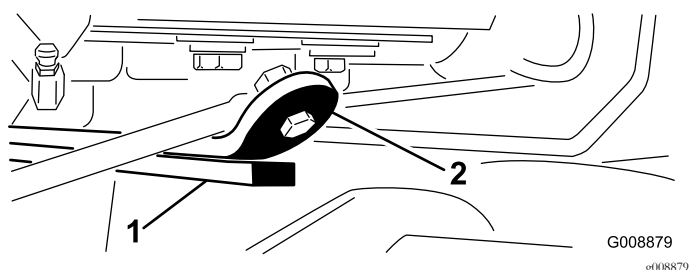

Figura 28
- 3. Ligue o motor, eleve os braços de elevação e certifique-se de que a folga entre a fita de atrito na barra de atrito da parte superior da unidade de corte e a correia do amortecedor é de 0,51 a 2,54 mm, como se mostra na Figura 28.